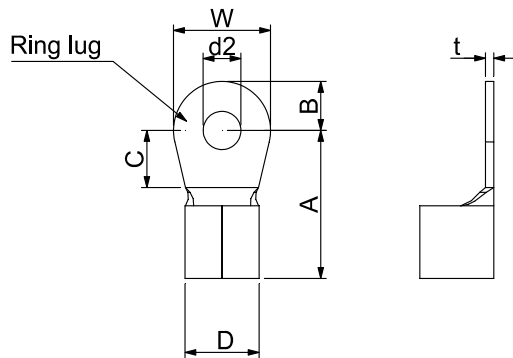

Figure 1.
- 主回路端子接线使用环状端子，规格请见 Figure 1.，其他接线方式则须符合当地国家相关规定。